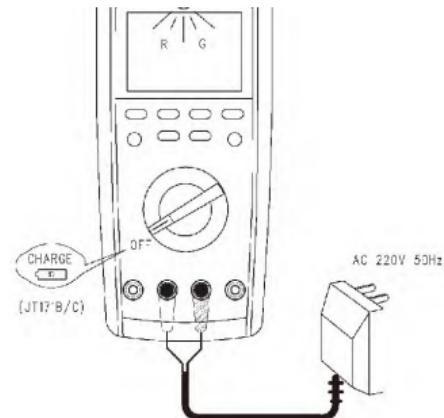

Figura 14
* Carga eléctrica para la batería de litio construida (Figura 14)